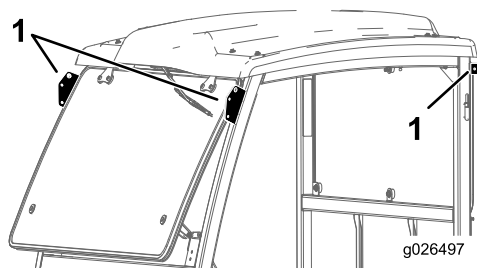

Figura 7
2. Eleve el bastidor de la cabina usando los puntos de izado y colóquelo sobre la máquina (Figura 7).